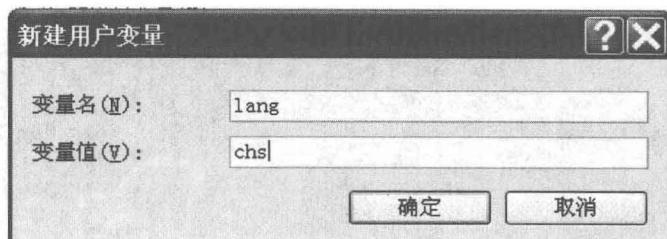

图 1-4 【新建系统变量】对话框
- (4) 在用户变量列表框下单击【新建】按钮打开【新建系统变量】对话框，在其中新建变量名“lang”，新建变量值“chs”，如图 1-4 所示。
- (5) 设置完成后单击【确定】按钮完成系统变量的设置并关闭【新建系统变量】对话框，然后单击【环境变量】对话框中的【确定】按钮关闭【环境变量】对话框，返回【系统属性】对话框【高级】选项卡。